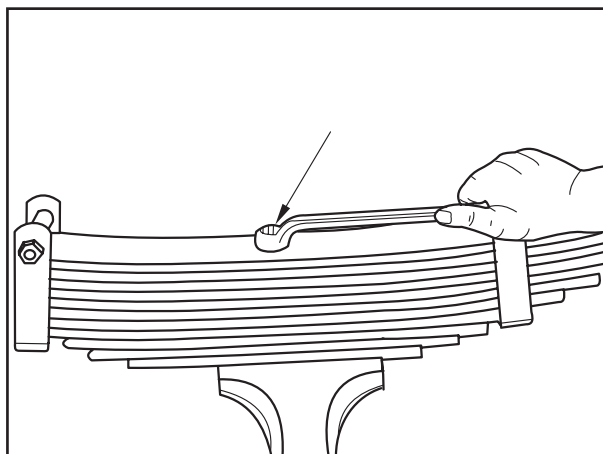

Рис. 2
- [7] Вставить стяжной болт и затянуть гайку (рис. 2/стрелка) предписанным моментом затяжки в 163 Нм.